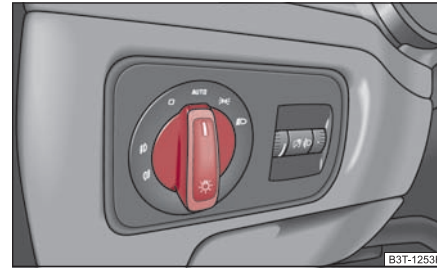

Abb. 56 Schalttafel: Lichtschalter
- Drehen Sie den Lichtschalter ⇒ Abb. 56 in Stellung **AUTO**.
- Drehen Sie den Lichtschalter ⇒ Seite 62, Abb. 56 in Stellung **AUTO**.